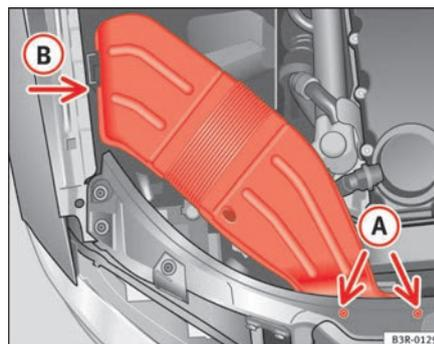

Fig. 199 Condutas de ventilação no lado direito do veículo
- Desenrosque os parafusos **A** ⇒ fig. 199.